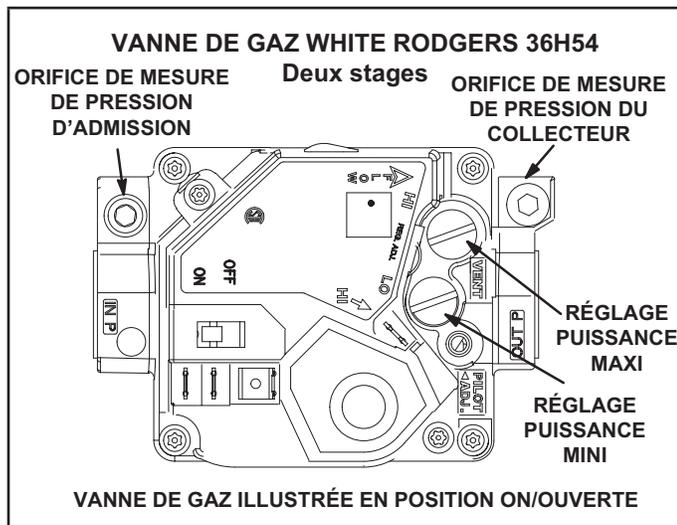

FIGURE 33
Fonctionnement de la vanne de gaz Honeywell VR8205Q / VR8305Q et White Rodgers 36H54 (FIGURE 33).
- 5 - Mettez l'interrupteur de la vanne de gaz sur **OFF/FERMÉE**. Reportez-vous à la FIGURE 33.
- 6 - Attendez cinq (5) minutes pour vous assurer que tout le gaz a eu le temps de se dissiper. En cas d'odeur de gaz, **ARRÊTEZ!** Appelez immédiatement le fournisseur de gaz depuis chez un voisin et conformez-vous à ses instructions. S'il n'y a pas d'odeur de gaz, passez au point suivant.
- 7 - Mettez l'interrupteur de la vanne de gaz sur **ON/OUVERTE**. Reportez-vous à la FIGURE 33.